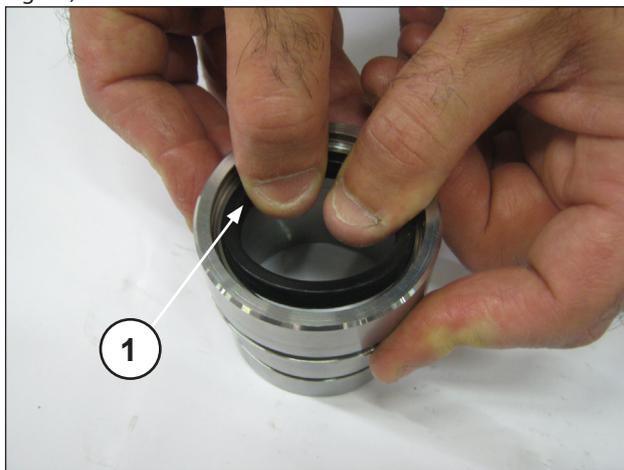
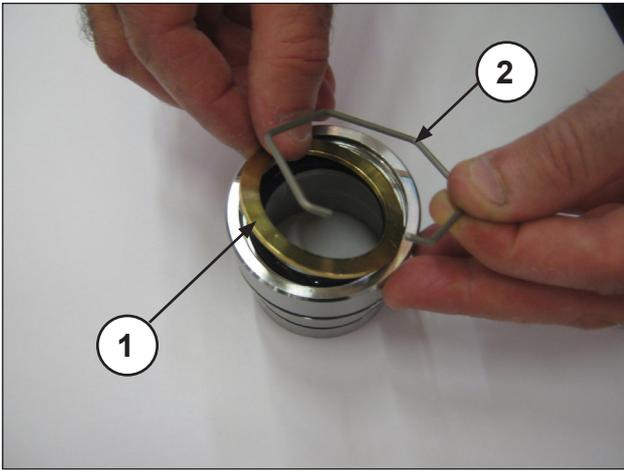
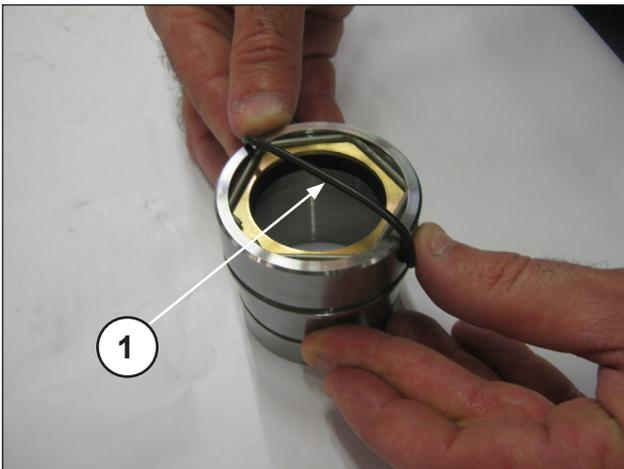

Fig. 35
Fig. 36
Fig. 37
Introducir la junta de baja presión en el soporte de las arandelas de prensaestopas (pos. ①, Fig. 35) controlando el sentido de montaje (el labio de retención debe estar hacia adelante, hacia la cabeza). Introducir la anilla de retención, la anilla de tope (pos. ①②, Fig. 36) y la junta tórica (pos. ①, Fig. 37).